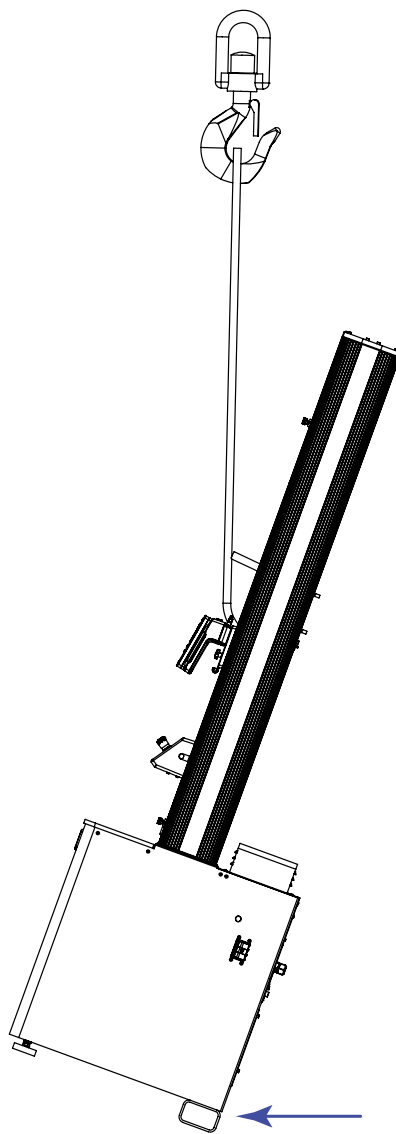

图 25. 扶正机架
5. 缓慢地将机架提升到垂直位置（参见第 75 页图 25）。
在起吊过程中，确保与装运垫板或地面接触的唯一部件是机架底座后部的管状支架（如第 75 页图 25 中的箭头所示）。